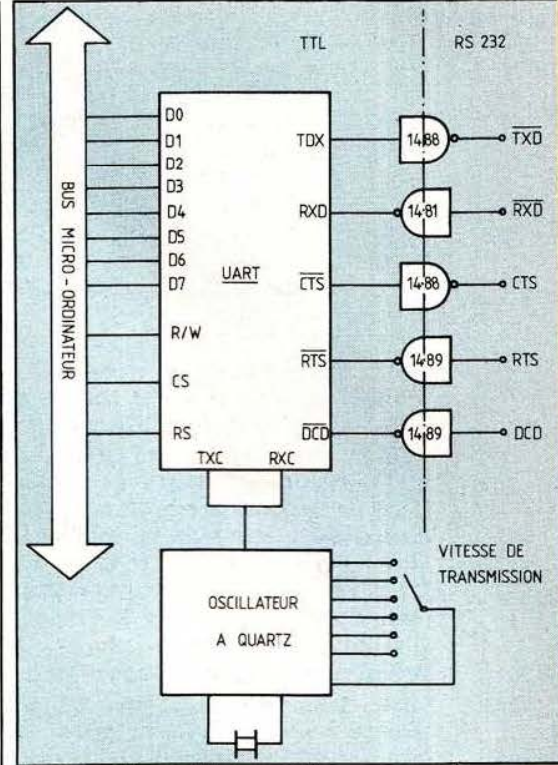

Fig. 10 : Micro et liaison série.
La figure 10 vous montre un exemple typique de cette mise en œuvre. Nous y voyons le bus interne du micro-ordinateur sur lequel est connecté un circuit d'interface série asynchrone (un UART dont nous avons parlé dans notre précédent article). De tels circuits existent dans toutes les familles de microprocesseurs sous des noms divers : ACIA pour le circuit de la famille 6800, SIO pour les circuits de la famille 8080, etc. Ils ont tous des performances identiques et le seul fait qu'il y en ait un par famille de microprocesseur permet de disposer d'un boîtier se connectant directement sur le bus de ce dernier. Notre exemple étant hypothétique, nous avons représenté 8 lignes de données D0 à D7, une ligne lectu-
re/écriture (R/W), une ligne de validation du boîtier (CS) et une ligne de sélection de registre interne (RS). Par ailleurs, ce circuit dispose de deux entrées, RXC et TXC, qui sont les entrées des horloges d'émission et de réception. Comme il est rare que l'on reçoive et émette à des vitesses différentes, ces deux lignes sont très souvent reliées à un seul et même oscillateur à quartz ; oscillateur suivi par des diviseurs commutables qui permettent de choisir la vitesse de transmission utilisée. Côté extérieur, enfin, le circuit dispose au minimum de deux lignes RXD et TXD qui sont, respectivement, réception de données et transmission de données. De plus en plus de circuits incorporent en outre un certain nombre de lignes de contrôle RS 232 telles que TRS, CTS et DCD. Ces lignes étant toutes aux normes TTL, des circuits d'interface 1488 pour la sortie et 1489 pour l'entrée sont utilisés pour passer en niveau RS 232. Comme vous pouvez le constater à l'examen de ces commentaires et de la figure 10, la mise en œuvre d'une liaison série ne demande pas beaucoup de matériel ; encore faut-il connaître son existence et savoir l'utiliser correctement. Pour ce qui est du logiciel, il est aussi simple que le schéma ; en effet, les circuits précités (ACIA, SIO, etc.) disposent de fonctions de contrôle et d'automatismes intégrés. Pour transmettre un caractère, le microprocesseur l'écrit dans un registre interne au circuit qui se charge alors